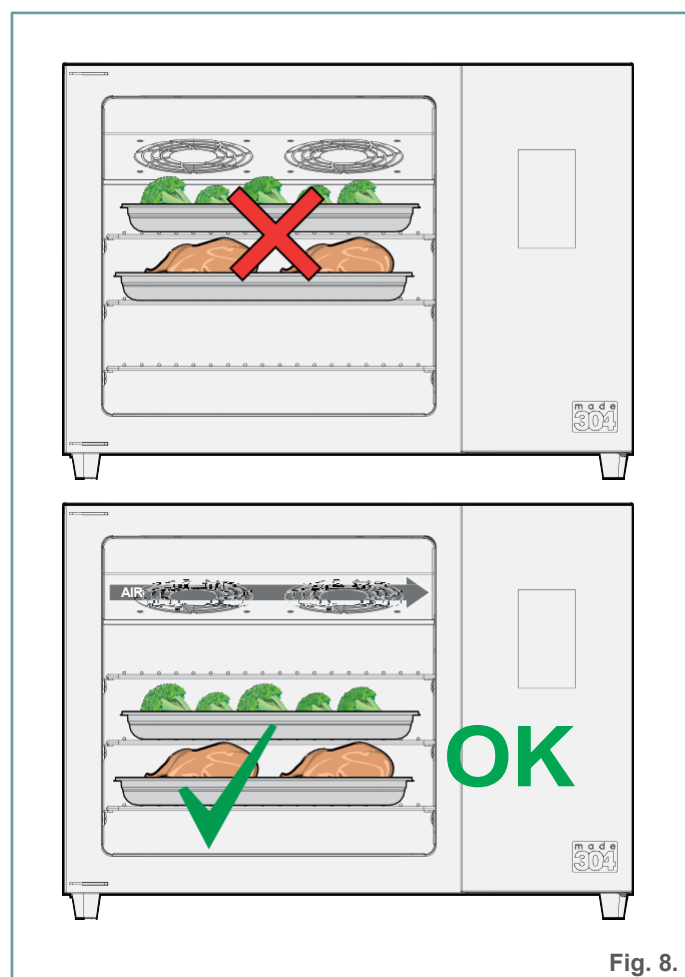

Fig. 8.
► Fig. 8. Inserire le teglie partendo dalla parte inferiore e poi utilizzare gli spazi più alti, per garantire una buona circolazione dell'aria. Caricare i cibi in modo uniforme, mai sovrapposti e rispettare sempre la capacità di carico dell'apparecchiatura in proprio possesso, senza sovraccaricarla.